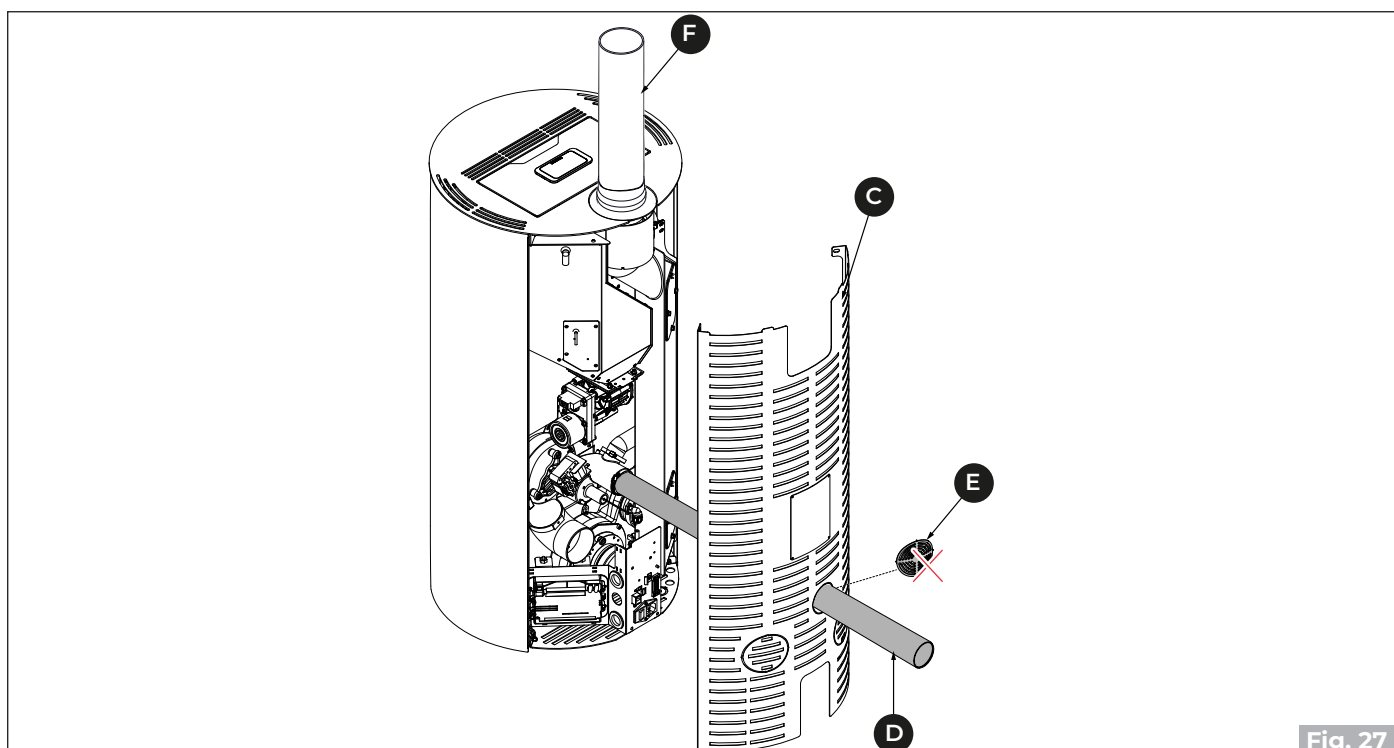

Fig. 27
- Odstranite kos **(E)** na zadnji plošči **(C)** in vstavite gibljivo cev **(D)**, ki jo priključite na dovod zraka iz zunanosti ("Fig. 27").